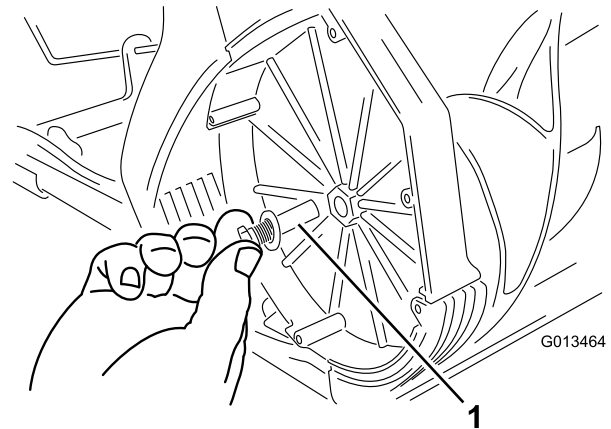

Figure 11
1. Vis (2)
2. Retirez l'axe de la fraise (Figure 11).